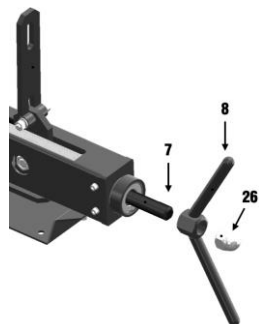

fig. 1
2. Vissez la poignée (n° 8) sur la vis-mère (n° 7) et fixez-la ensuite en vissant un écrou M20 (n° 26) sur le bout de la vis-mère (fig. 1).